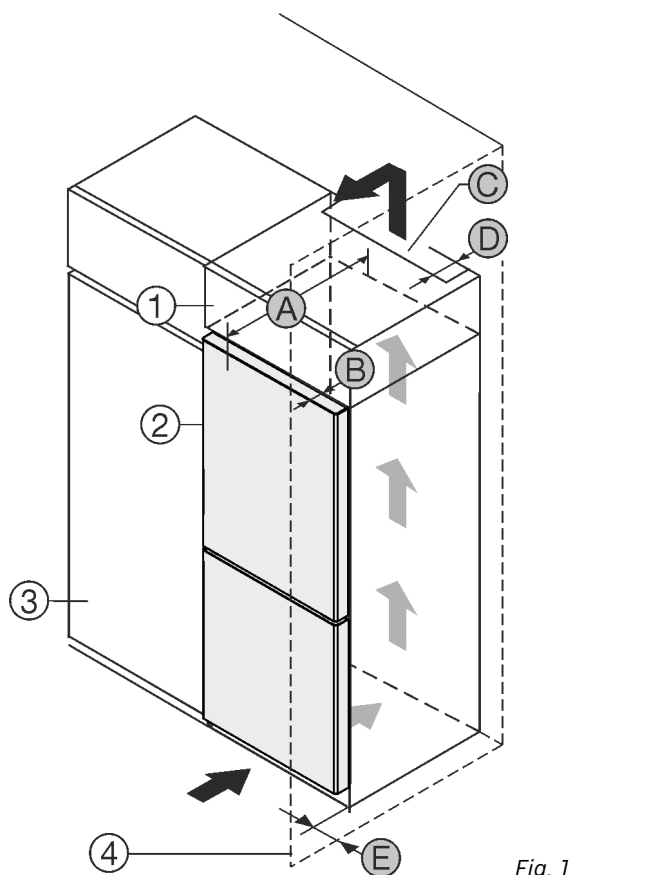

Fig. 1
Поставете уреда непосредствено до кухненския шкаф *Fig. 1 (3)*.
От задната страна на шкафа-пристройка трябва да има вентилационен отвор с дълбочина *Fig. 1 (D)* по цялата широчина на шкафа-пристройка.
Под тавана на помещението трябва да е спазено сечението за вентилация *Fig. 1 (C)*.
Когато уредът се поставя с пантите до стена *Fig. 1 (4)*, разстоянието между уреда и стената трябва да е поне 13 mm.
Когато уредът се поставя с пантите до стена *Fig. 1 (4)*, разстоянието между уреда и стената трябва да е поне 20 mm.
За да могат вратите да се отворят изцяло, уредът трябва да е издаден с дълбочината на вратата *Fig. 1 (B)* спрямо челото на кухненския шкаф. В зависимост от дълбочината на кухненските шкафове *Fig. 1 (3)* и използването на детайли за отстояние от стената, уредът може да излезе още по-напред.